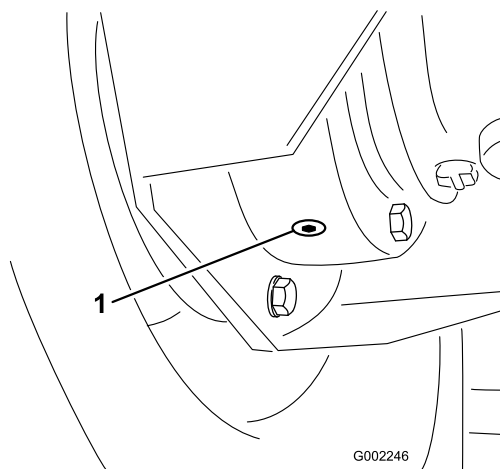

図 49
4. 内側のドレン・プラグの下に容器を置き、このプラグを外す(図 49)。